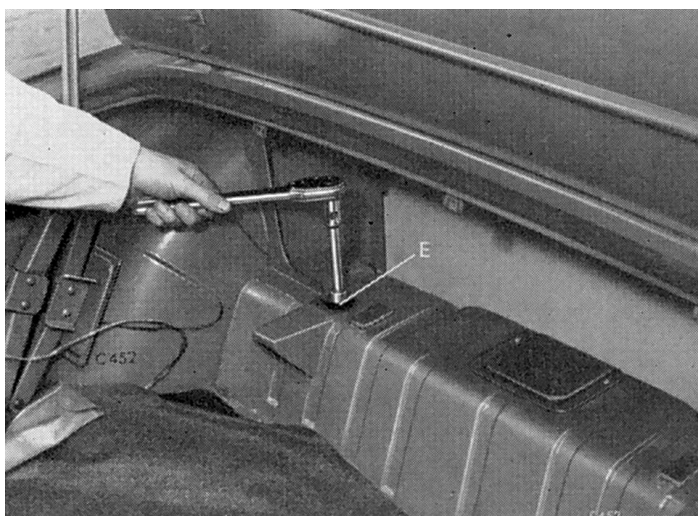

Fig. 8 Points de fixation sur le tunnel de ressort de suspension
- un de chaque côté de la trappe d'accès au ressort de suspension (E) (Fig. 8).